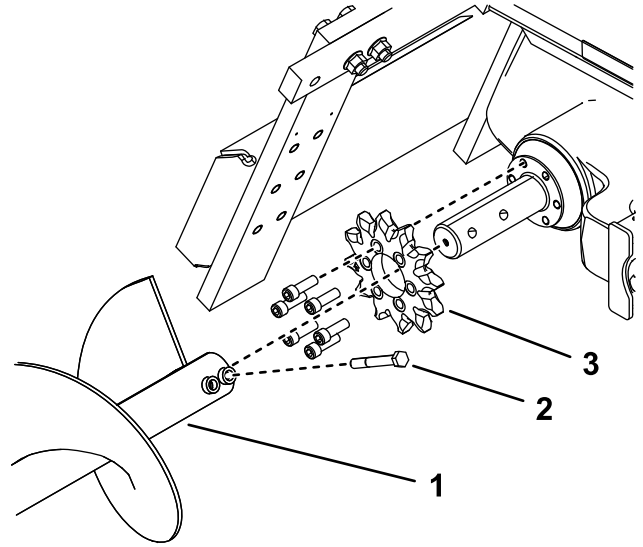

图 16
4. 拆下弃土螺旋钻 图 16。
9. 拆下固定驱动链轮的 6 个螺栓 图 16。
10. 拆下并丢弃驱动链轮 图 16。
12. 将新链轮滑到轴上如 图 16 所示。
13. 用手将 6 个螺栓拧紧到链轮上 图 16。